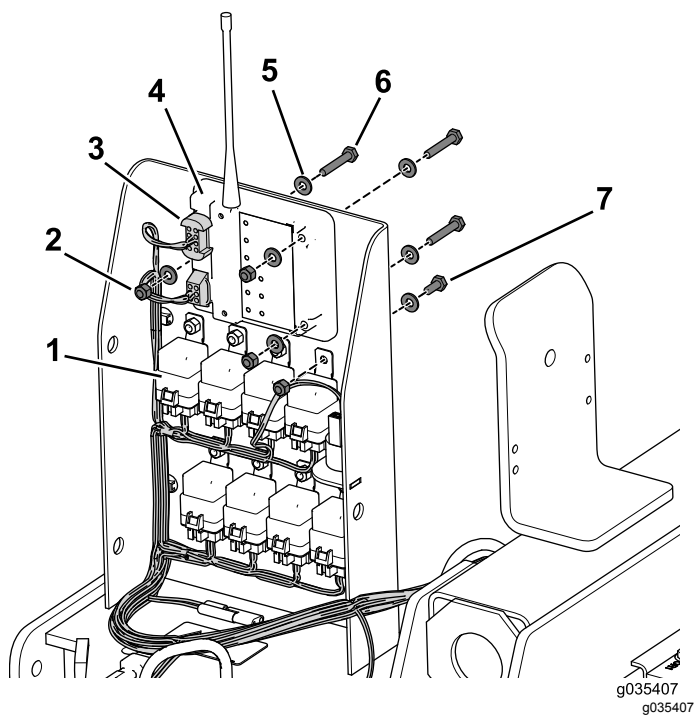

Figura 2
2. Scollegate il cablaggio preassemblato da tutti i componenti ad eccezione dei relè (Figura 2).
3. Rimuovete tutta la bulloneria che fissa i componenti all'interno del vano (Figura 2).
4. Rimuovete tutti i componenti, ad eccezione dell'allarme audio, dal vano (Figura 2).